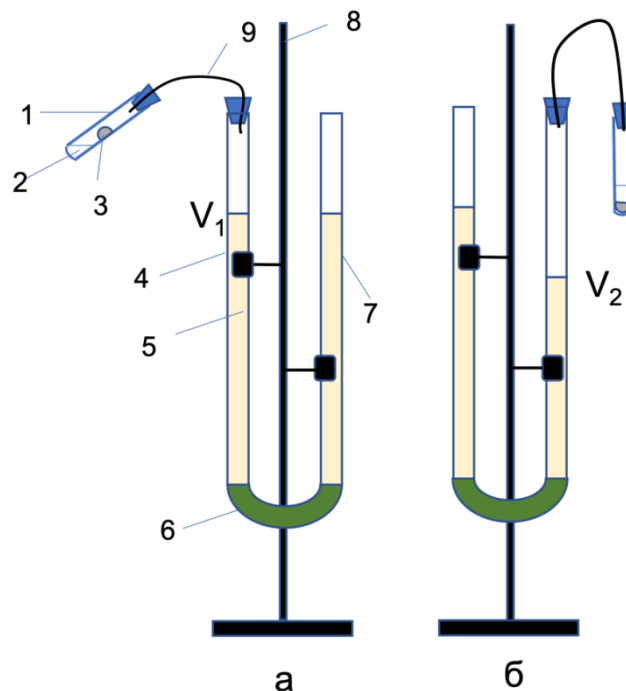

Рисунок 7 – Прилад для визначення молярної маси еквівалента металу:
1.1. Дослід проводять у приладі (рис. 7), що складається з вимірювальної (4) та зрівнювальної (7) бюреток, які сполучені між собою гумовою трубкою (6) й закріплені в лапках лабораторного штативу (8). Вимірювальна бюретка сполучена газовідвідною трубкою (9) із пробіркою (1) (**або склянкою Оствальда**). Прилад заповнюють підфарбованою водою, а обидві бюретки закріплюють у штативі в такий спосіб, щоб рідина в них була на одному рівні.